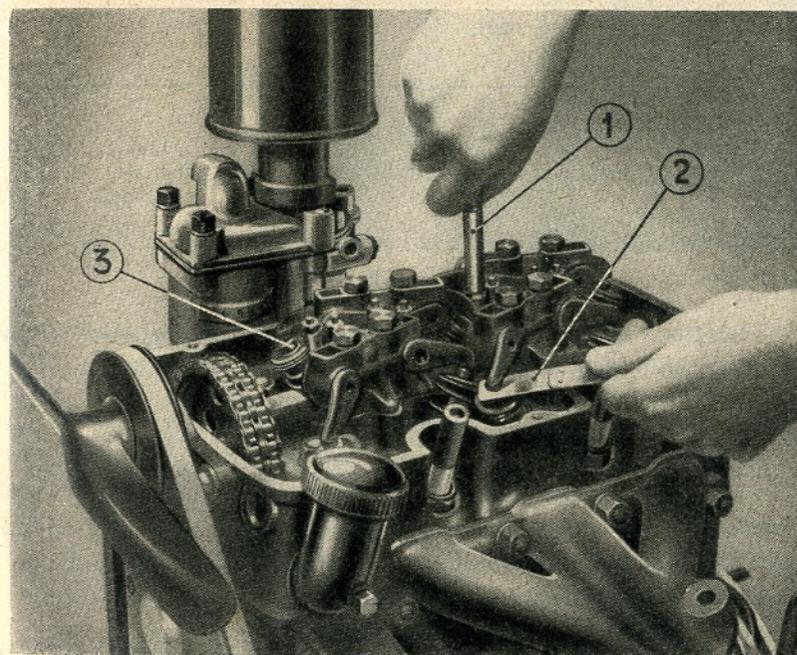

Fig. 7. - Registrazione del gioco delle valvole.
Per registrare il giuoco tra i bilancieri e le valvole procedere nel seguente modo (vedi fig. 7):
- a) Registrare a mm. 0,45 il gioco tra la valvola aspirazione ed il relativo bilanciere del cilindro N. 2 (vedi fig. 7).
- c) Far ruotare l'albero distribuzione nel senso di rotazione del motore, fino a che la valvola di aspirazione (3) del cilindro N. 2, registrata col gioco di mm. 0,45, non inizi l'apertura (vedi fig. 7).